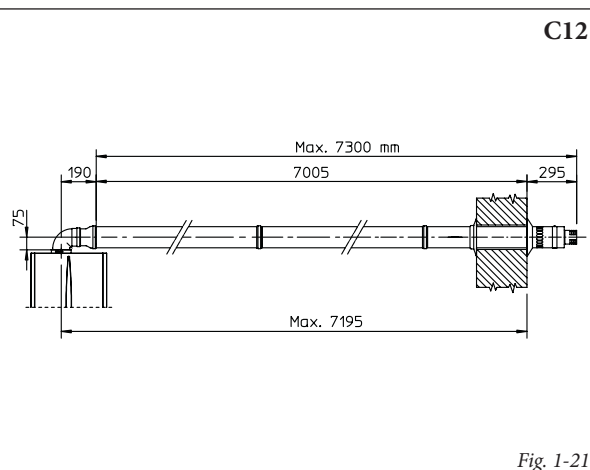

Fig. 1-21
- Prolunghe per kit orizzontale. Il kit orizzontale di aspirazione-scarico Ø 80/125 può essere prolungato fino a una *misura max. di 7300 mm* orizzontali, compreso il terminale grigliato ed esclusa la curva concentrica in uscita dalla caldaia e l'adattatore Ø 60/100 in Ø 80/125 (Fig. 1-21). Tale configurazione corrisponde ad un fattore di resistenza uguale a 100. In questi casi è necessario richiedere le apposite prolunghe.